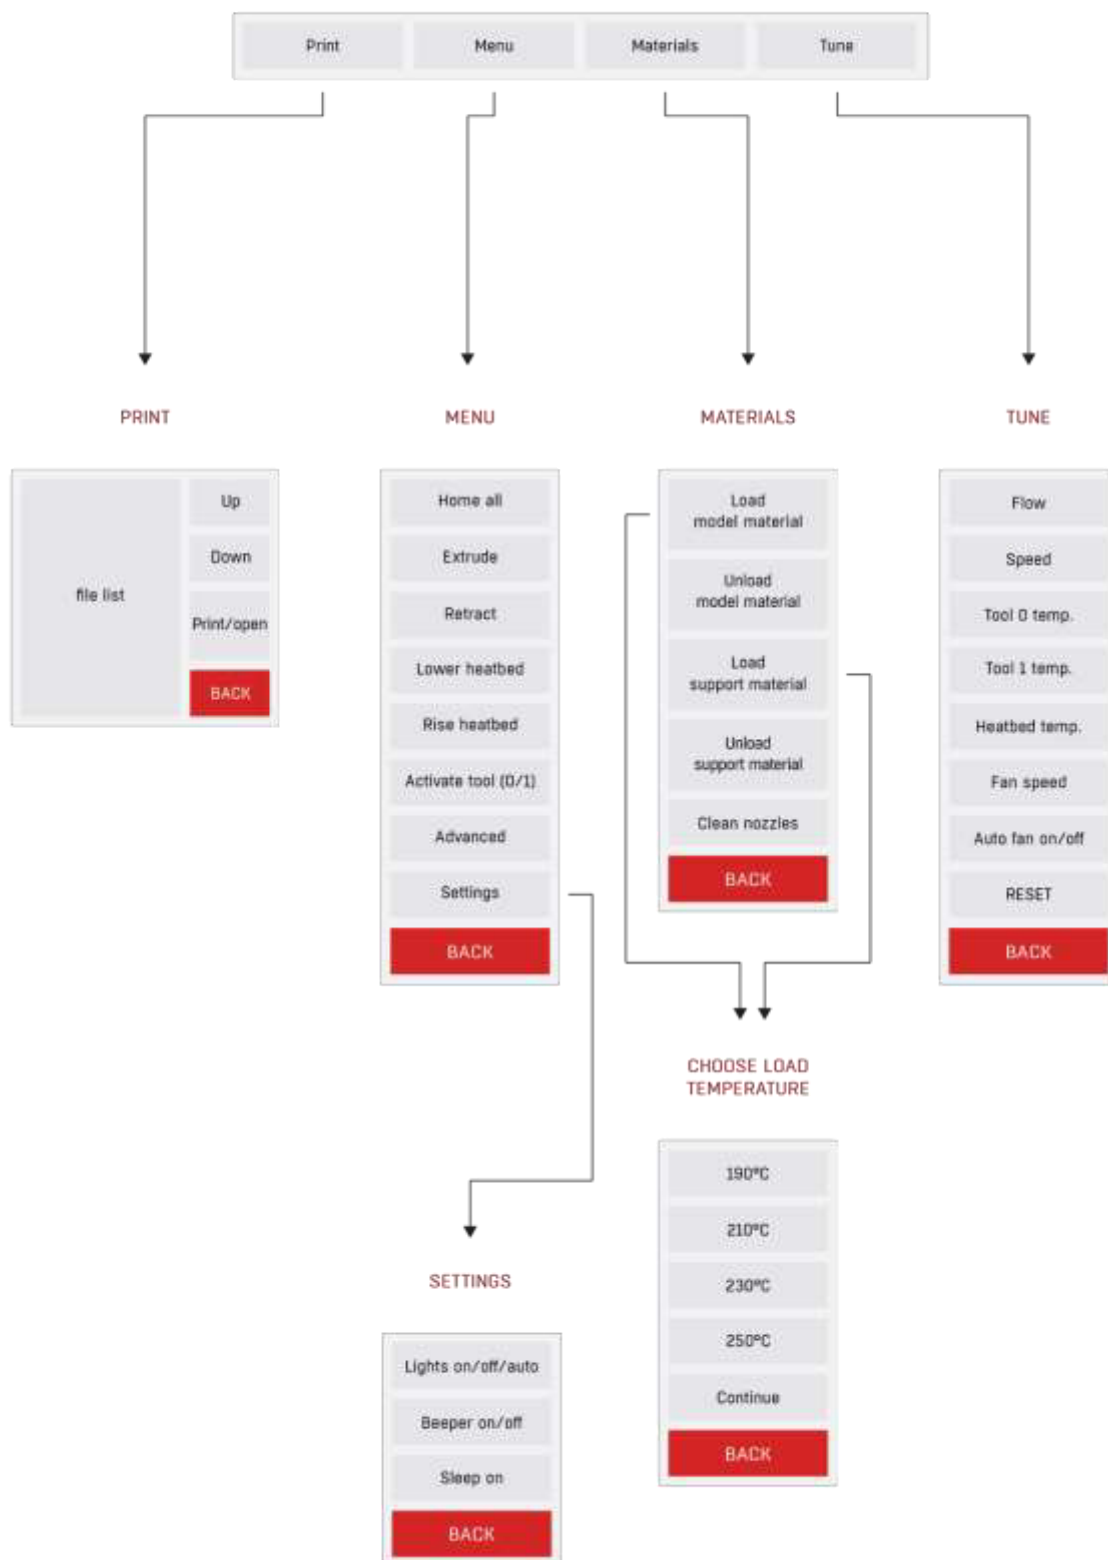

Рис. 33 Структура главного меню в режиме ожидания
- главное меню в режиме ожидания (рис. 33)